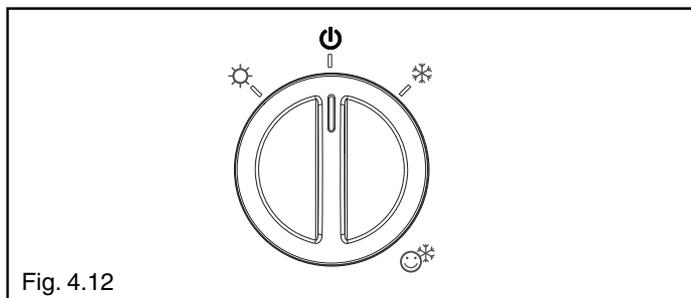
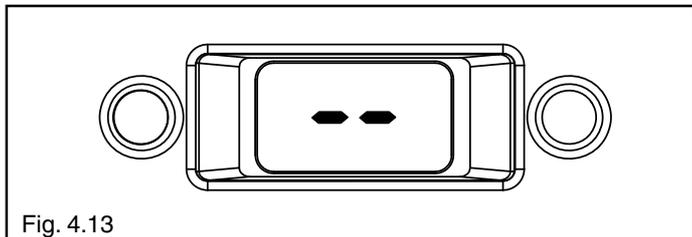

Fig. 4.12
Fig. 4.13
Per ripristinare il funzionamento è obbligatorio ruotare il selettore di funzione su “” (fig. 4.12), quindi riportarlo sulla posizione desiderata verificando che la spia luminosa rossa si sia spenta. A questo punto la caldaia, se le condizioni di corretto funzionamento sono ripristinate, riparte automaticamente; all'accensione del bruciatore si illumina il led verde e il visualizzatore digit indicherà la temperatura istantanea di funzionamento.
In condizioni normali, quando il selettore di funzione è posizionato su “”, il visualizzatore digit indica “- -” (fig. 4.13) a meno che sia in corso la fase di antigelo (AF) oppure venga attivata la funzione analisi combustione (CO).
In caso di assenze temporanee (fine settimana, brevi viaggi, ecc.) posizionare il selettore di funzione su “” OFF/RESET (fig. 4.12). Il display digitale si presenta come in fig. 4.13.
- posizionare il selettore di funzione su OFF/RESET (fig. 4.12)